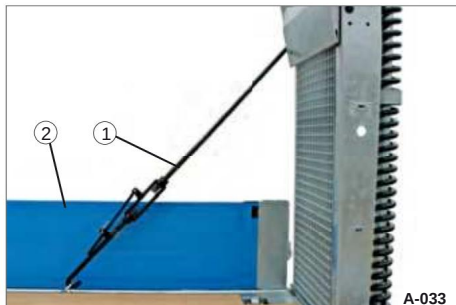

Fig. 43 Åbning af sidevæggen
• Lås sidevæggen (fig. 43/2) op (hvis den findes), og fold den forsigtigt ned - se side 172.